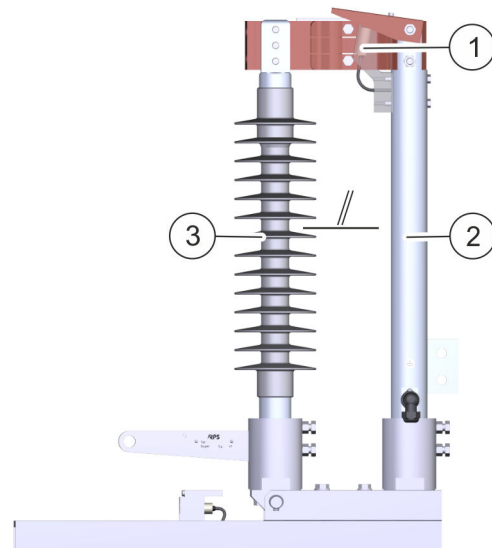

Abb. 5: Frontansicht
Der Sensor (Abb. 5/1) löst aus, wenn im geschalteten Zustand Erdkontaktröhre (Abb. 5/2) und bewegliche Schaltsäule (Abb. 5/3) parallel zueinander sind. Die Parallelität muss visuell geprüft werden. Bei Fehlfunktion messen und nachjustieren (☞ „Schalterendlage messen und nachjustieren“ auf Seite 39).
- ➔ Parallelität zwischen Erdkontaktröhre (Abb. 5/2) und beweglicher Schaltsäule (Abb. 5/3) visuell prüfen.